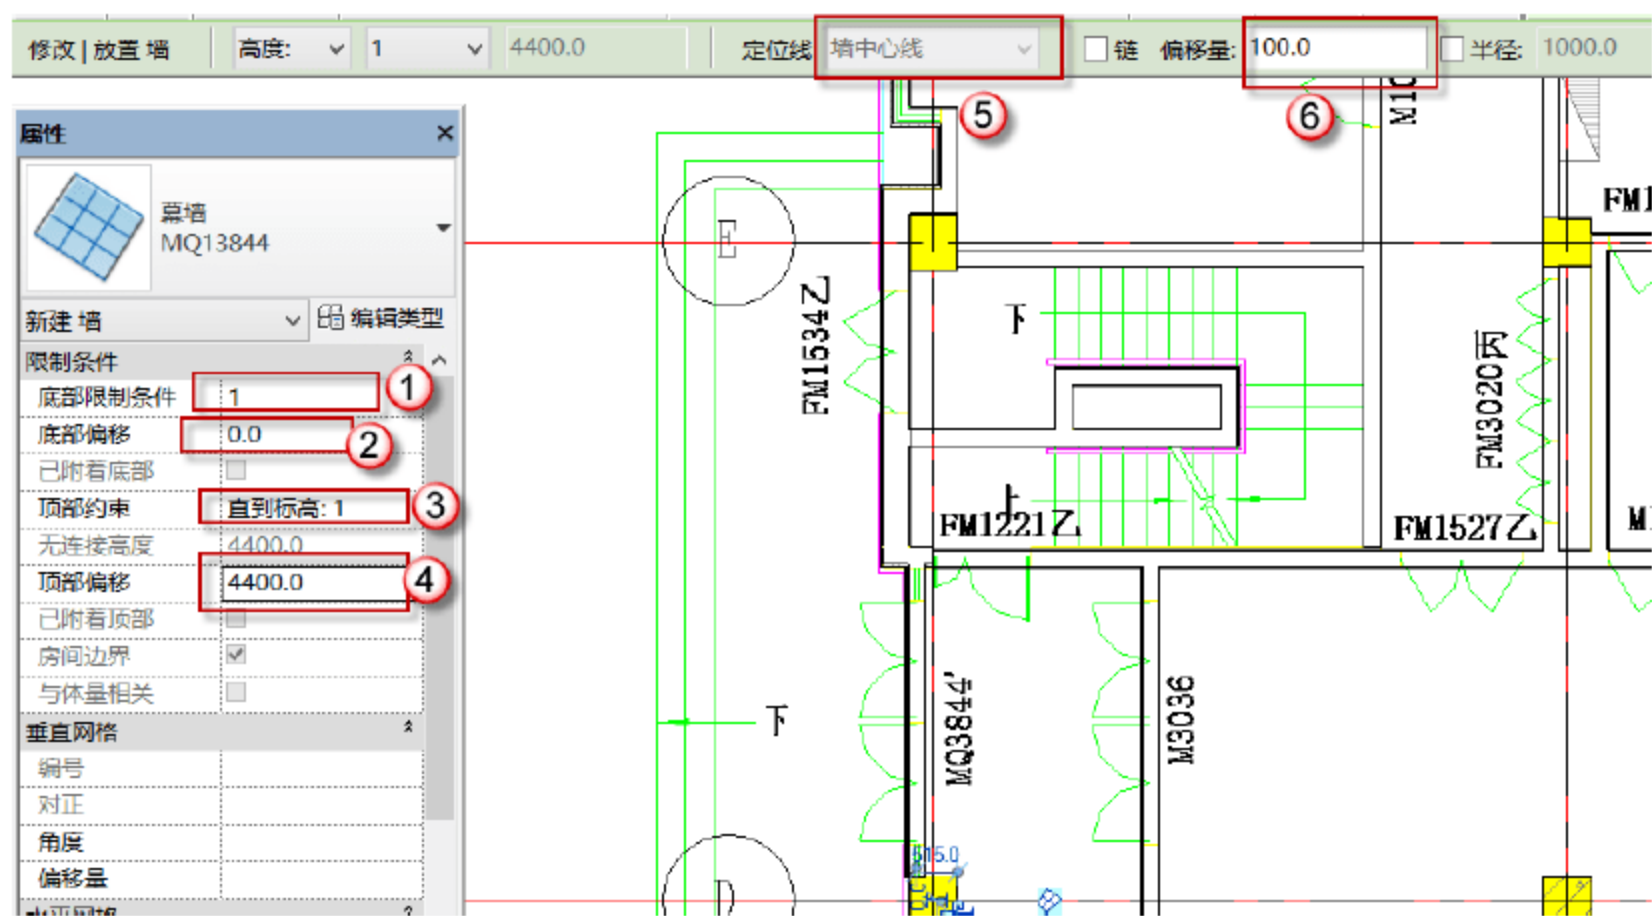
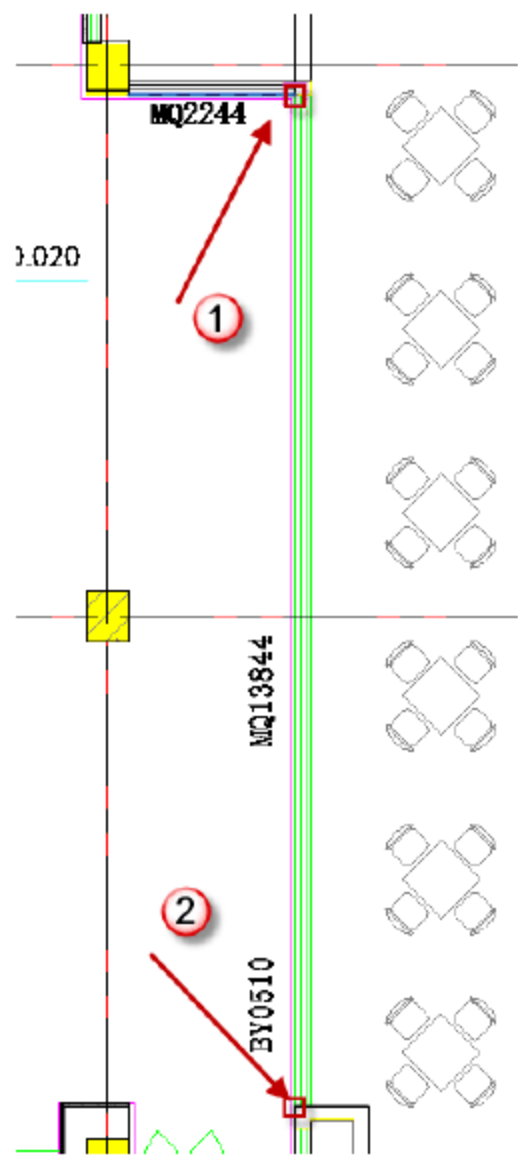
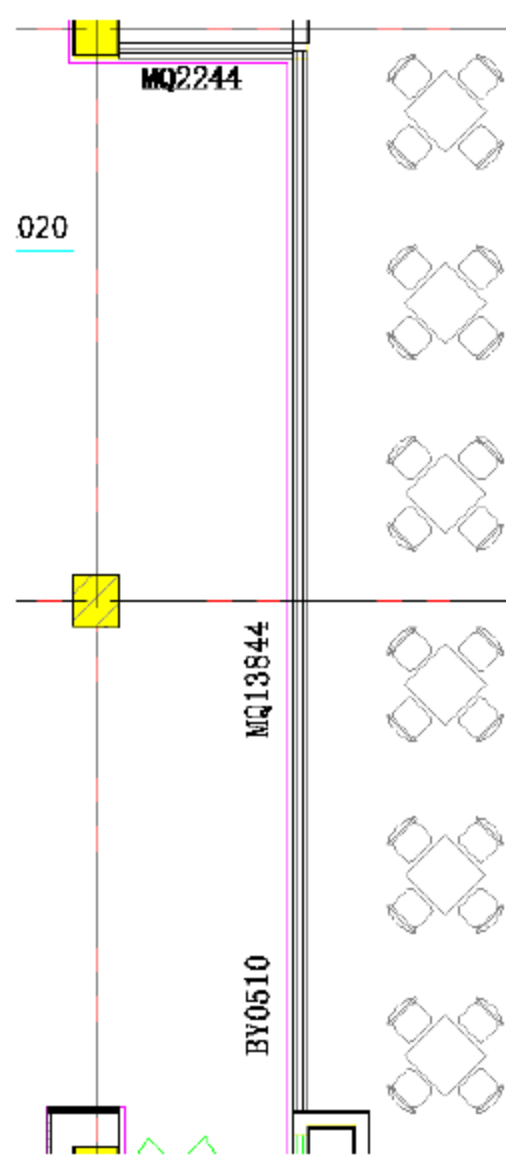

图 10.3.22 “MQ13844” 的绘制参数设置
图 10.3.23 “MQ13844” 的绘制捕捉点
图 10.3.24 “MQ13844” 绘制完成图
(2) “MQ13844”的绘制。选择“建筑”→“墙”→“MQ13844”命令，也可以直接按快捷键 W+A，再选择“MQ13844”。设置“MQ13844”的绘制参数，将“底部限制条件”改为“1”，“底部偏移”为“0”，“顶部约束”为“直到标高：1”，“顶部偏移”为“4400mm”，“定位线”为“墙中心线”，“偏移量”为“100mm”，如图 10.3.22 所示。参数设置完成后依次捕捉如图 10.3.23 所示的“1”点和“2”点绘制出“MQ13844”，绘制完成后如图 10.3.24 所示。